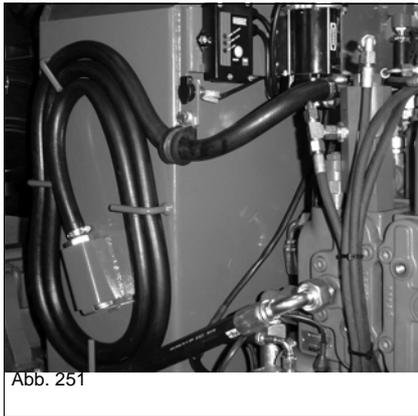

Abb. 251
14. Schlauch **D** wie in *Abb. 251* gezeigt verstauen.